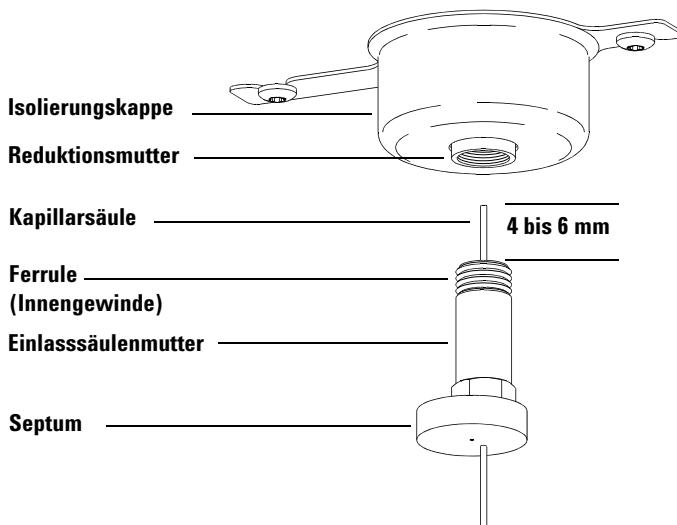

Abb. 8 Installieren einer Kapillarsäule für einen Split-Einlass/splitlosen Einlass
- 2 Positionen Sie die Säule so, dass sie 4 bis 6 mm über das Ende der Ferrule hinaussteht (Abb. 8).